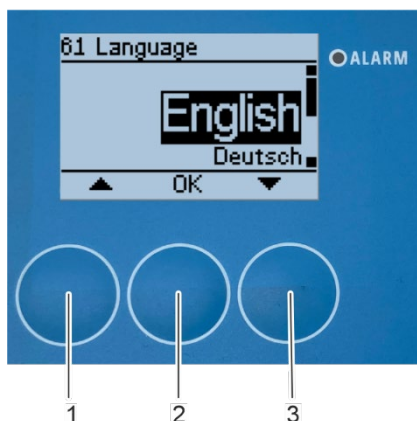

Figura 109: Selección de idioma
1. Utilice los botones de flecha [arriba] (Figura 109/1) y [abajo] (Figura 109/3) para seleccionar el idioma que prefiera.
2. Confirme la selección pulsando [Aceptar] (Figura 109/2).